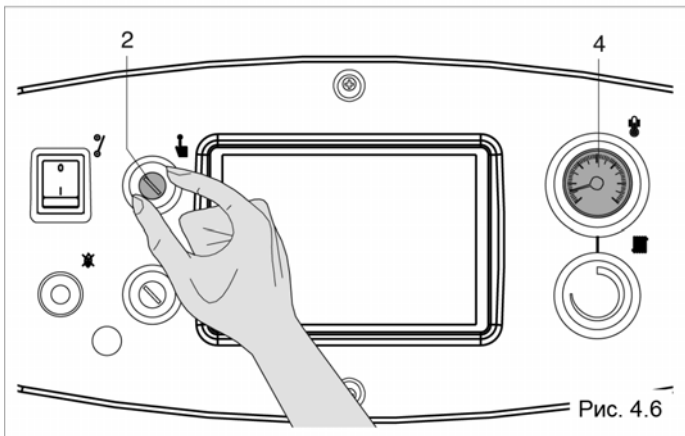

Рис. 4.6
При срабатывании предохранительного термостата котёл останавливается, при этом не загорается никаких световых индикаторов на панели управления. Однако его срабатывание можно обнаружить по термометру котла (4) (Рис. 4.6).
- Снимите колпачок с предохранительного термостата (2, Рис. 4.6)